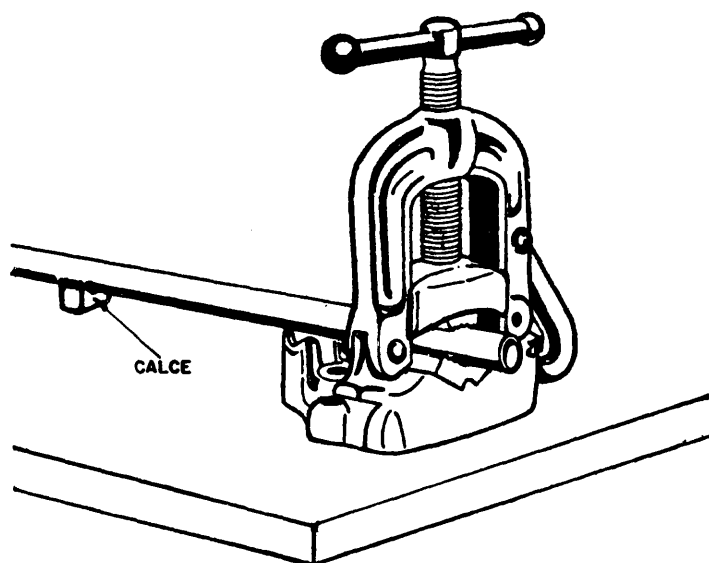

Fig. 4
- 2) Si el tubo es entero debe colocarse un calce de madera entre el tubo y el banco, (fig. 4), o bien coloque el trípode-soporte.